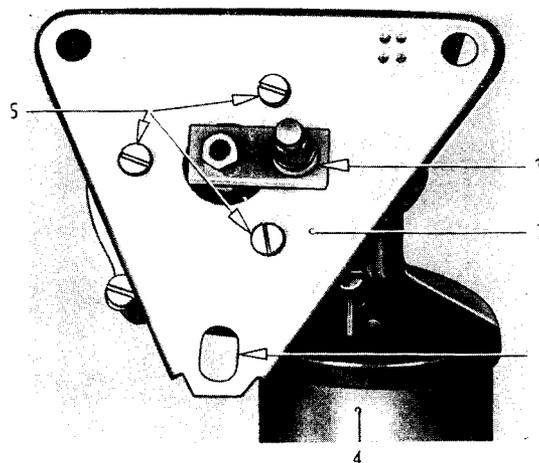

Bild 136 – Lage des Kurbelarmes bei Endabstellung
- Gelenkteil bzw. Kurbelarm (136/1) auf Antriebswelle aufschrauben, wenn der Motor bei Raumtemperatur und mit einer Spannung von 6 bis 6,5 Volt in die Endlage gelaufen ist. Evtl. Nachstellung in eingebautem Zustand. Stellung des Kurbelarmes in Endlage siehe Bild 136.